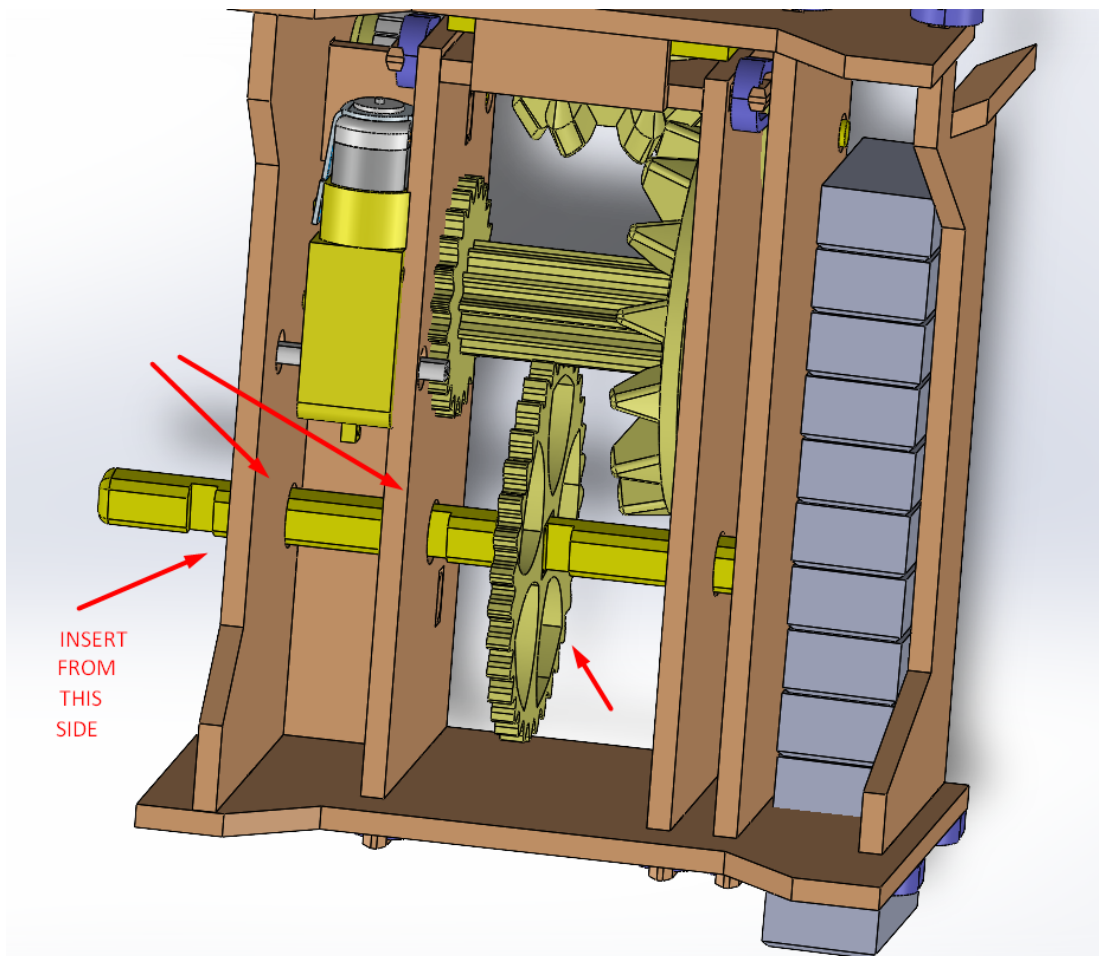

FIGURE 16
STEP 13: Maintenant, nous passons à la finition des mécanismes mobiles, nous prenons l'axe numéroté 15 ainsi que le petit engrenage mince numéroté 14, nous passons l'axe à travers les trous désignés qui sont déjà alignés, mais en passant l'axe à travers la salle du milieu, nous glissons également l'engrenage fin numéro 14 à travers, comme on peut le voir dans la figure 16.
Remarquez que l'axe a trois rainures coupées dedans, assurez-vous que le côté avec les deux rainures les plus proches l'une de l'autre passe en premier comme on peut le voir dans les figures 16 et 17.